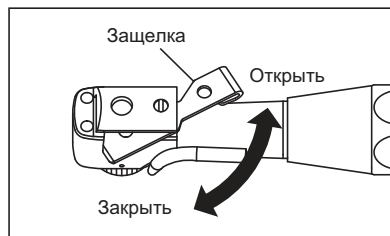

Рис. 2
- 1) Поверните защелку в положение «открыть» (см. Рис.2)